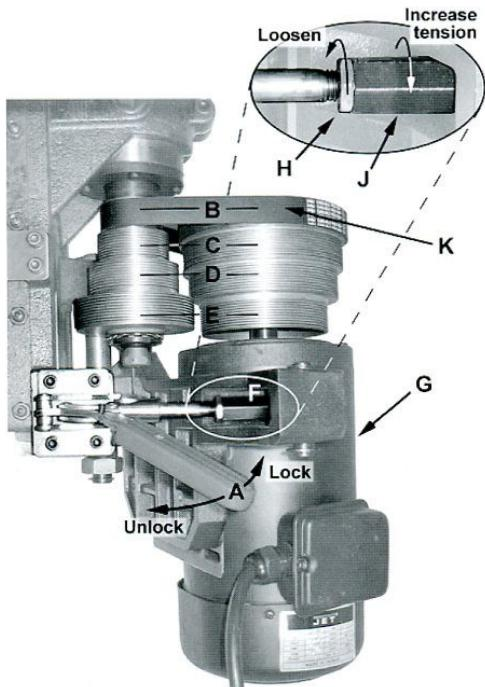

Рис. 16
Фрезерный станок JWS-35X оборудован шкивами, которые позволяют Вам изменять частоту вращения шпинделя. Ремень, помещенный на верхние шкивы как показано в положении В (рис. 16), обеспечивает частоту вращения шпинделя 10 000 ОБОРОТОВ В МИНУТУ. Частота вращения для всех положений ремня на комбинациях ручьёв шкива показана в таблице 2 ниже.
* Ссылка на рис. 16
Чтобы изменить частоту вращения шпинделя (ссылка на рис. 16):
Показано на рис. 16: